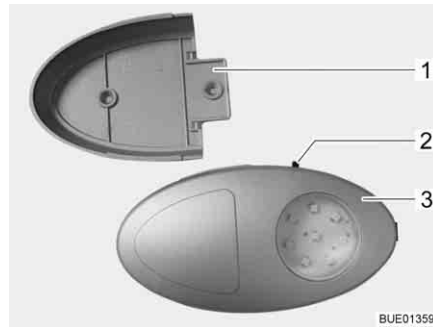

Fig. 83 Eclairage de la penderie
- ▷ Il est possible d'extraire l'éclairage de la penderie de son support vissé (Fig. 83,1) et de l'utiliser comme lampe de poche.
Le bouton Marche/Arrêt (Fig. 83,2) se trouve directement sur l'éclairage de la penderie (Fig. 83,3).